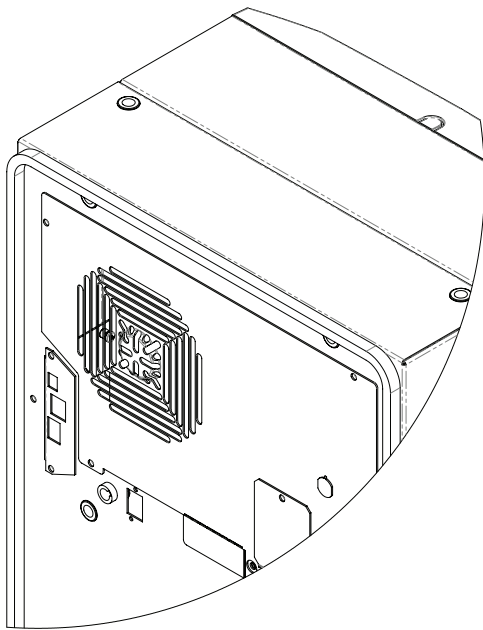

Abbildung 1
1. Montieren Sie die Dichtung mithilfe des mitgelieferten Dichtungsbausatzes am Kühlgerät (siehe Abbildung 1).